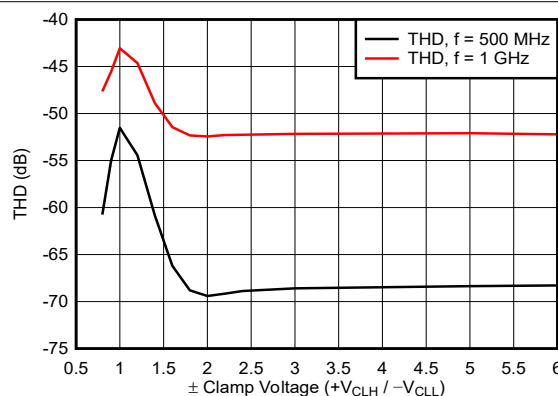

図 7-3. $V_{OUT} = 1V_{PP}$ での THD と V_{CLH}/V_{CLL} との関係
- V_{CLH} と V_{CLL} が V_{OUT} のピーク値の期待値に近くなると、BUF802 の出力 THD は低下します。信号の劣化を防止するため、期待されるピーク出力電圧と、CLH ピンおよび CLL ピンに印加されるクランプ電圧との間に少なくとも 1.5V の差を維持します。図 7-3 に、1V_{PP} 出力に対する絶対クランプ電圧の値と THD との関係を示します。